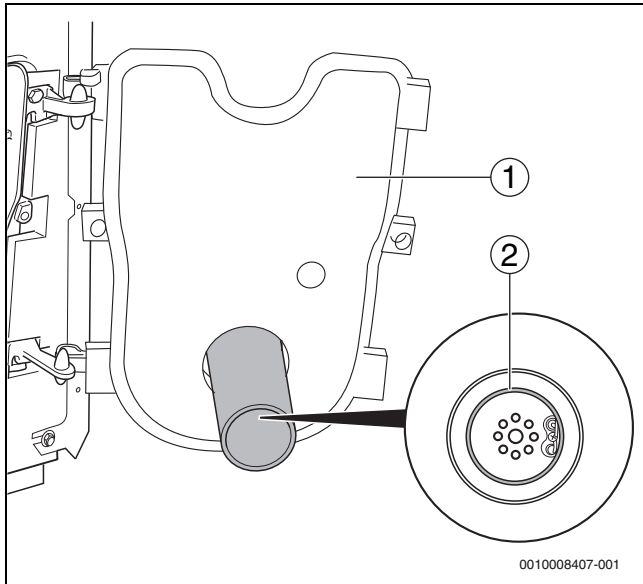

Bild 41 Korrekten Sitz der Dichtung prüfen
- Bei geöffneter Brennertür (→ Bild 41, [1]) korrekten Sitz der Dichtung (→ Bild 41, [2]) prüfen.
- Brennertür schließen (→Bild 41, [1]) und Befestigungsschrauben der Brennertür festziehen (ca. 10 Nm).